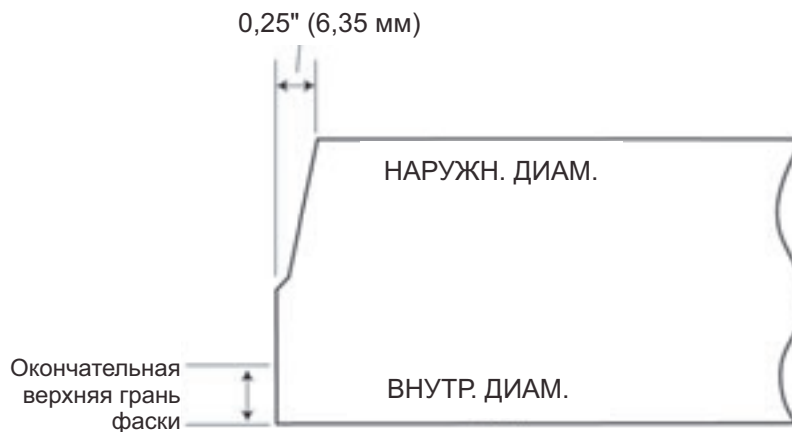

Рис. 3-54. На рисунке показан профиль первого прохода с использованием шаблона для составной фаски.
**Примечание.** При первом проходе выполняется снятие материала, показанное на рис. Рис. 3-54.